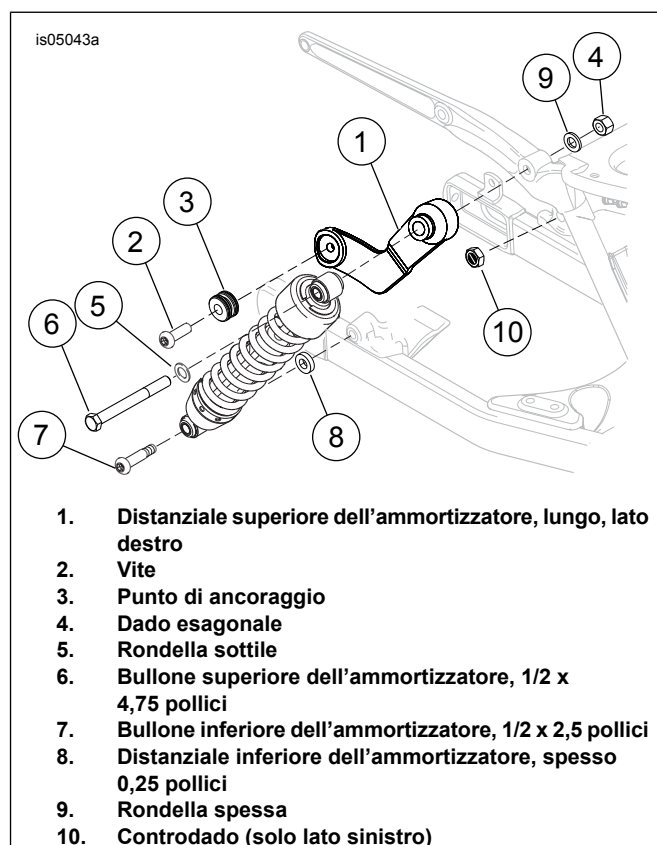

Figura 4. Installazione dell'ammortizzatore (modelli 2008 e anni successivi)
1. Vedere Figura 4. Montare la vite (2) e il punto di ancoraggio (3) su ciascun distanziale superiore dell'ammortizzatore (1) come mostrato. Serrare ad una coppia di 28–37 N·m (21–27 ft-lbs).
2. Installare il nuovo bullone superiore dell'ammortizzatore (6) con la rondella sottile (5) attraverso l'occhiello superiore dell'ammortizzatore e inserire il nuovo distanziale dell'ammortizzatore del lato destro (1), come illustrato, orientando il braccio del distanziale superiore (1) in modo che si trovi proprio dietro all'ammortizzatore.
3. Installare la rondella spessa (9) e il dado (4) sul bullone superiore dell'ammortizzatore (6).
5. Installare l'ammortizzatore sul forcellone con il bullone inferiore (7) e il distanziale (8) nuovi tra l'ammortizzatore e il forcellone. Installare il controdado (10). Serrare il bullone inferiore dell'ammortizzatore ad una coppia di 41–61 N·m (30–45 ft-lbs).